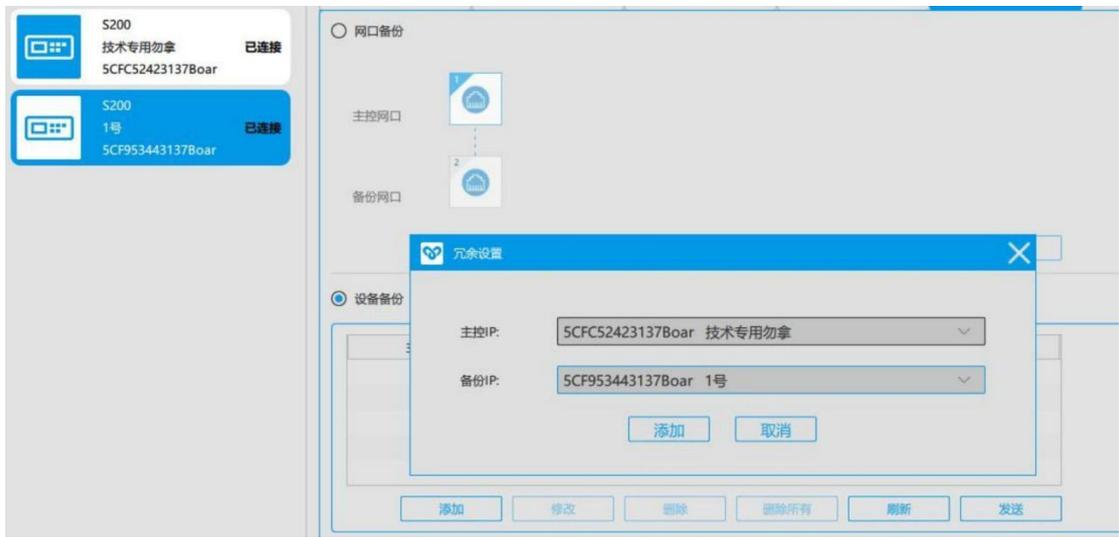

图 7-2 设备备份
- 步骤 4 单击“添加”选择发送卡主设备和备份设备. 例图 7-2。